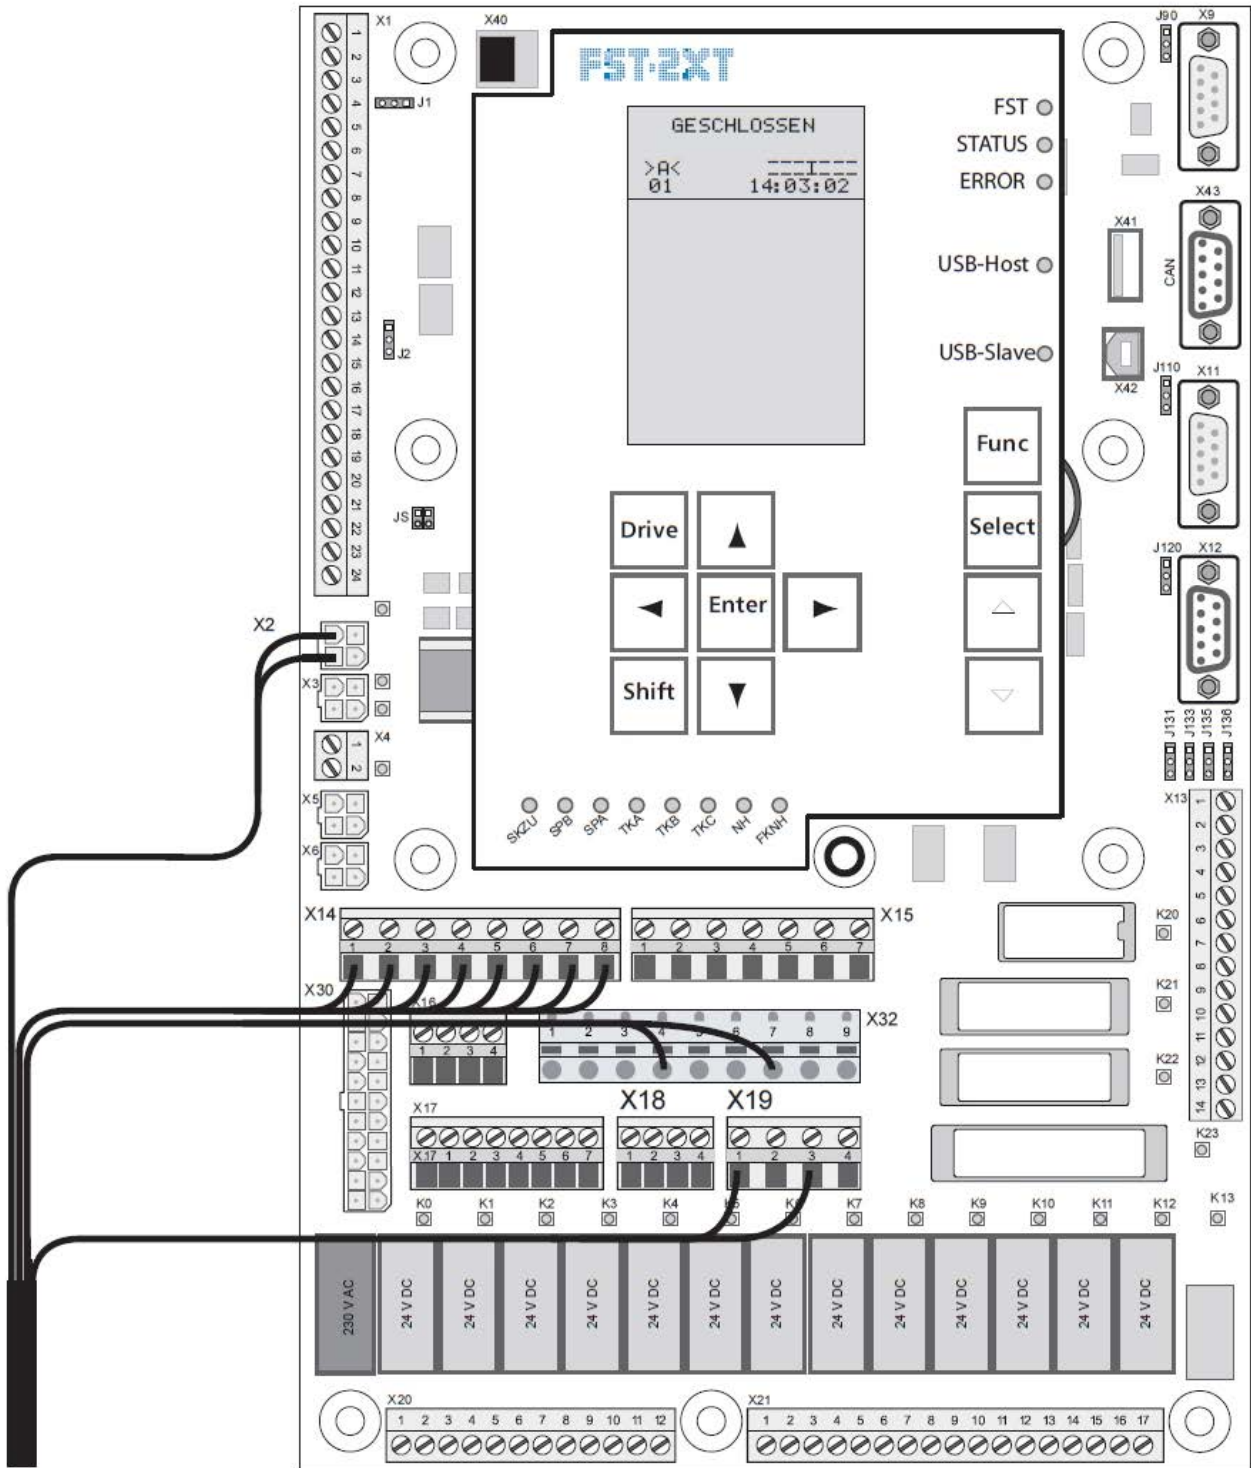

Abb. 2 Anschluss des Empfängerkabels an der Steuerung FST-2XT
- ▶ Die Stecker X2, X14, X19 und X32 des Empfängerkabels gemäß Abb. 2 an den entsprechenden Klemmleisten der FST-2XT anstecken.